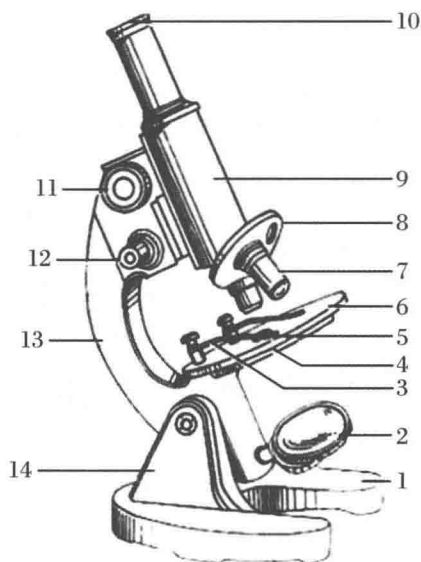

图 1.4
- (1) 使用显微镜观察固定装片并在实训报告中绘图。
- (2) 图 1.4 是显微镜的结构示意图,请看图回答问题。